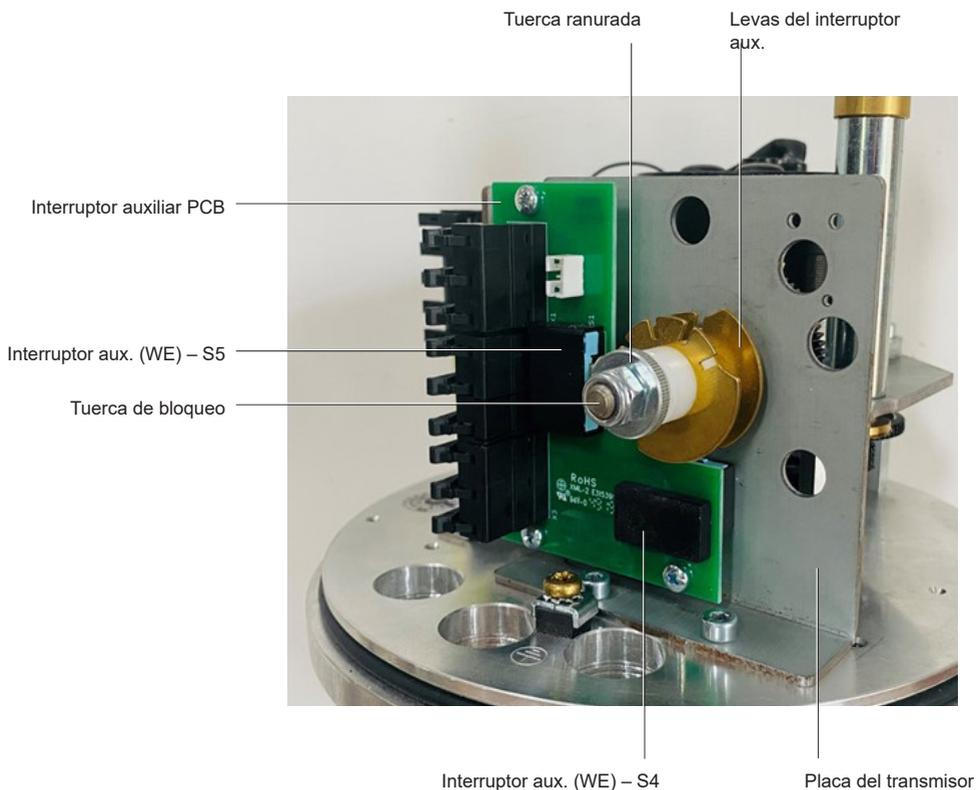

Fig. 9 Disposición del interruptor de recorrido auxiliar (WE) (1-6 kN)
- Monte completamente la placa del transmisor con los interruptores de recorrido auxiliares en la placa base del actuador. Ver Fig. 9 "Disposición de la retroalimentación del interruptor de recorrido auxiliar (1-6 kN)" para obtener información sobre el producto